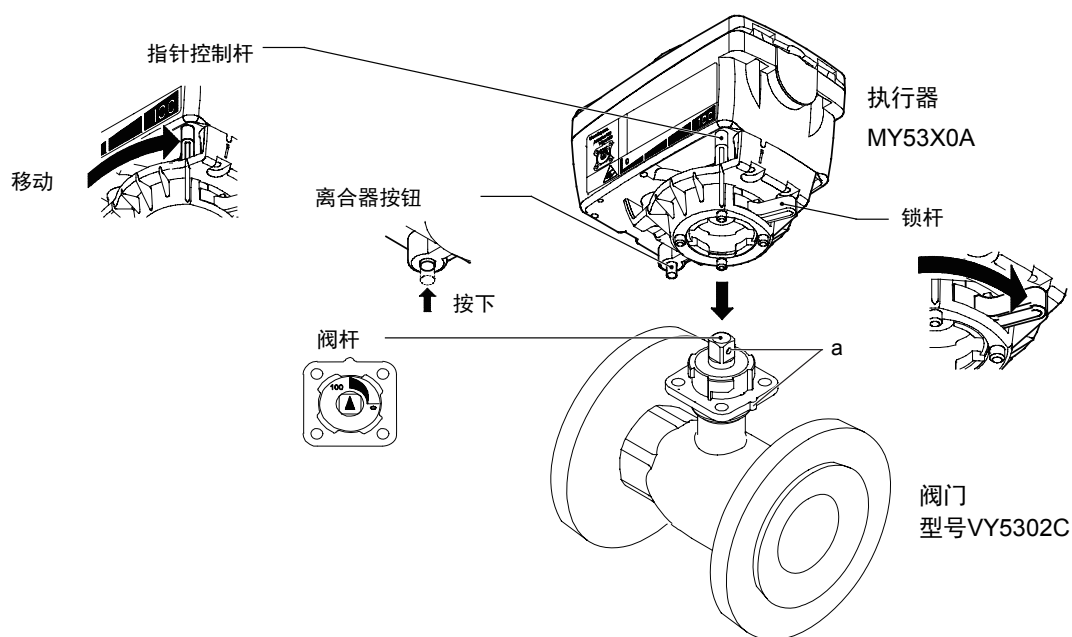

图 5 往执行器上安装
- 执行器与阀门能以每相隔90度进行连接。请按照图5所示,对工厂出货时的执行器及阀门的开度(全开)进行确认
(阀杆侧面凹部和连接面凸部朝相同方向(参照图5中的a))
(3) 请确认阀杆在100的位置。(参照图5中的a)阀杆在100时，阀杆侧面的圆孔指向执行器结合面的凸起部分。